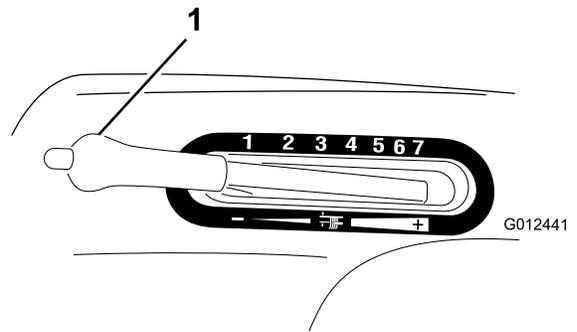

Figura 9
1. Pulse y mantenga pulsado el botón de la palanca de ajuste de la altura de corte (Figura 9).